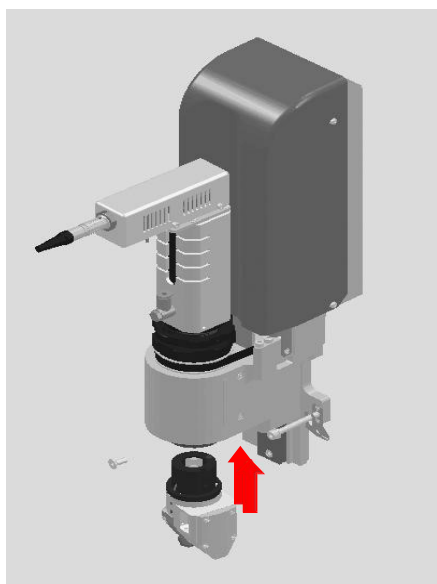

Рисунок 33
■ Наденьте головную часть PRT на нижнюю часть крепления косого ножа, добейтесь их плотного прилегания (рисунок 33).